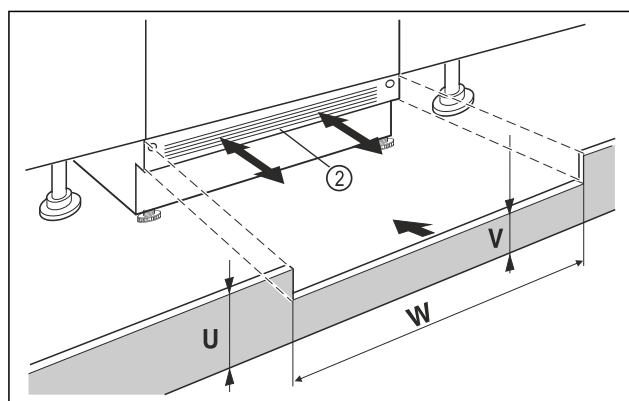

Fig. 17 Ilustrační zobrazení
- Nasadte krycí lištu spotřebiče Fig. 17 (2) ale ještě nepřipevňujte.
- U viditelné krycí lišty Fig. 17 (2) tuto lištu vytáhněte dopředu natolik, až jsou přední hrana větrací mřížky a nábytkové krycí lišty zarovnané.
- Při zakryté krycí liště Fig. 17 (2) tuto lištu zasuňte úplně dozadu.
- Dbejte a zcela volné větrací štěrby: V případě potřeby přizpůsobte krycí lištu nábytku Fig. 17 (U) na potřebnou výšku!
- Podél šířky výklenku Fig. 17 (W) přizpůsobte výšku můstku Fig. 17 (V) pod krycí lištu spotřebiče Fig. 17 (2).